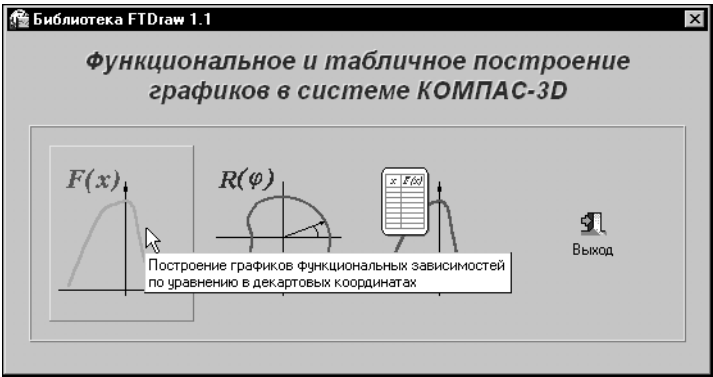

Рис. 48.4. Подключение режима построения графиков в декартовых координатах
5. Задайте режим работы библиотеки, нажав кнопку построения графиков в декартовых координатах (рис. 48.4).